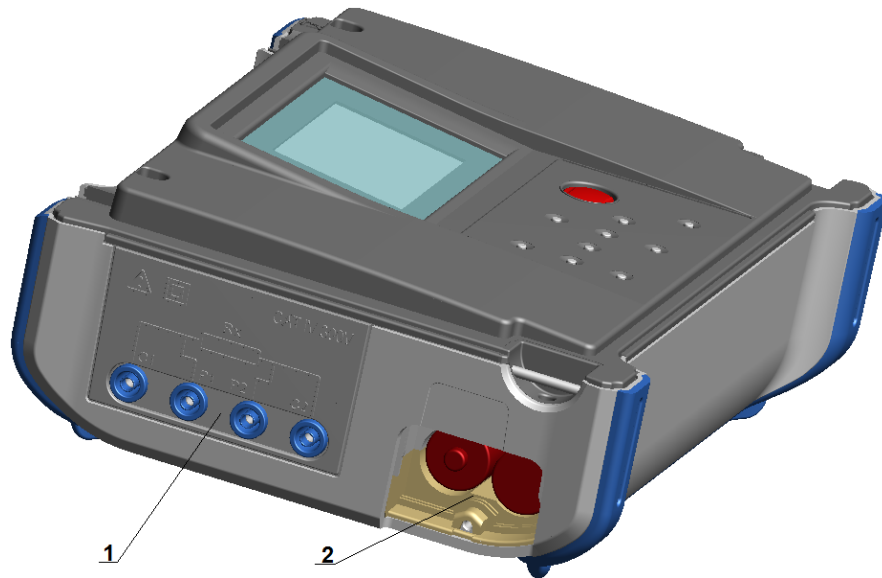

Figura 3.4: Medición de entradas/salidas y compartimento de las pilas
- Tapa de las pilas (Figura 3.4).